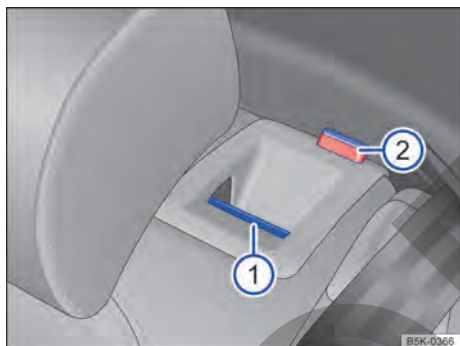

Fig. 74 En el respaldo del asiento trasero: tecla de desbloqueo (1); marca roja (2).
- Tire de la tecla de desbloqueo → fig. 74 (1) hacia delante y, al mismo tiempo, abata el respaldo hacia delante.
- La parte en cuestión del respaldo está desbloqueada cuando se ve la marca roja (2).